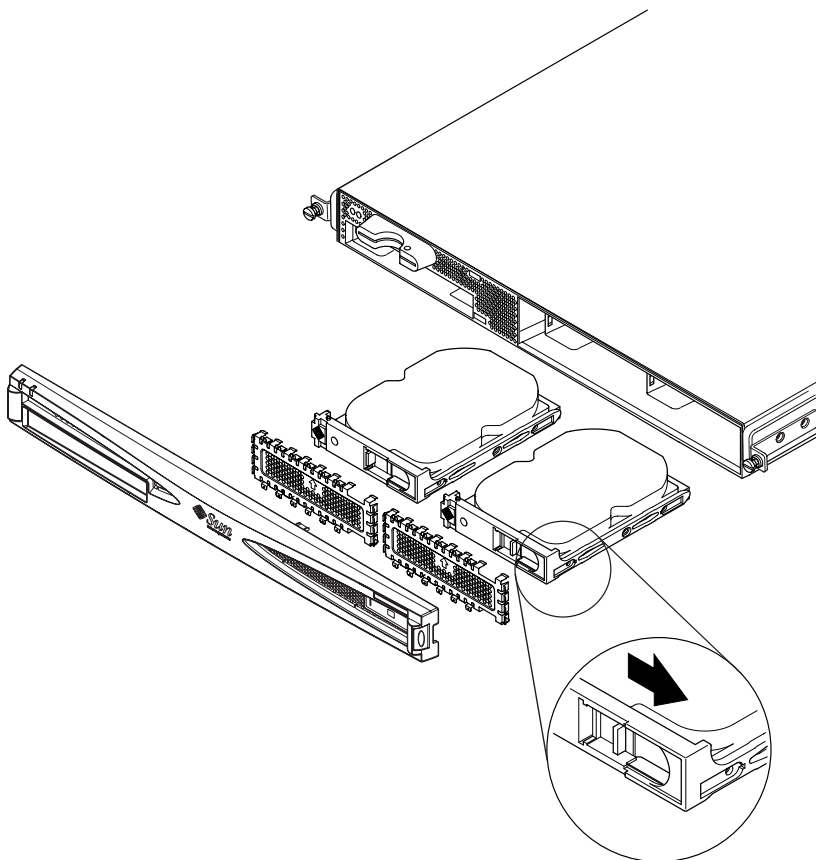

FIGURA 4-1 Introducción y extracción de unidades de disco duro
- Si está *instalando* una unidad de disco duro, deslícela en la bandeja adecuada de la parte frontal del servidor (consulte la FIGURA 4-1). Introdúzcala con firmeza hasta que la palanca de metal empiece a cerrarse. Esto indica que ha encajado en el conector del panel posterior. A continuación, empuje la palanca de metal hasta que la unidad de disco quede encajada.
- Si está *extrayendo* una unidad de disco duro, localice el cierre en la parte frontal de la unidad y deslícelo a la derecha (consulte la FIGURA 4-1). De esta forma se abre la palanca de metal. Sujete el cierre, tire un poco de la unidad hacia fuera del compartimento y déjela durante un minuto para asegurarse de que ha dejado de girar. (Si se extrae una unidad por completo mientras gira, las fuerzas giroscópicas pueden dañar los cojinetes.) Cuando haya dejado de girar, sáquela del chasis.